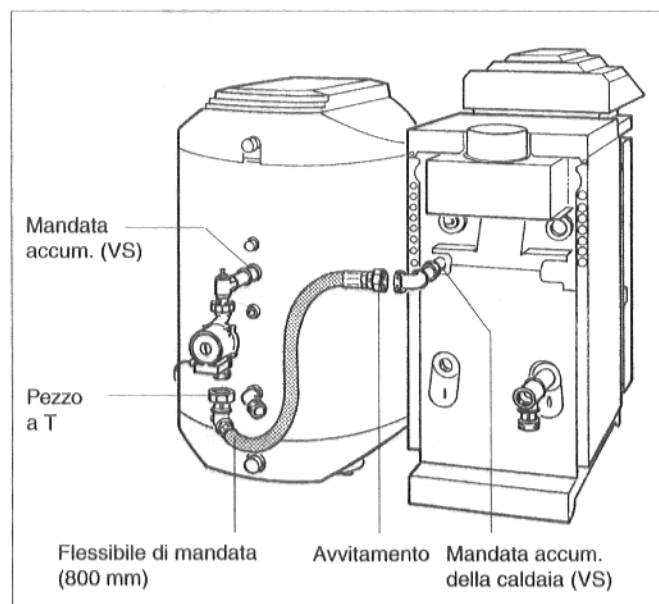

Fig. 7: montaggio flessibile mandata, accum. a destra
- Utilizzare il tubo più corto (800 mm) per la mandata: Applicare le guarnizioni, avvitare il tubo con l'avvitamento alla mandata accumulatore (VS) e con il pezzo a T alla mandata accumulatore della caldaia (VS) (Fig. 7).